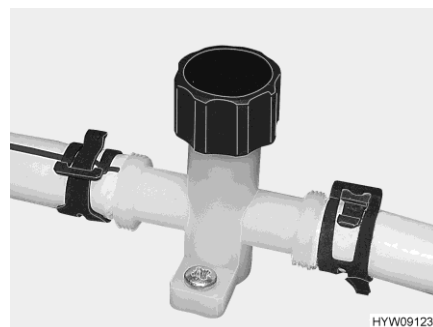
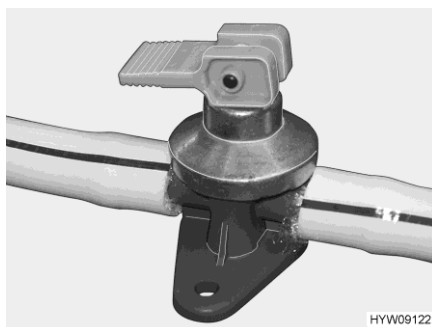

Fig. 190 Llave de desagüe (tubería de agua)
Fig. 191 Llave de desagüe (caldera Alde)
- Cerrar las llaves de desagüe (Fig. 191 y Fig. 190). Para ello, cerrar los capuchones girándolos en sentido de las agujas del reloj, o colocar el balancín en posición horizontal. El lugar de instalación de la válvula de seguridad/purga y de las llaves de desagüe figura en el apartado 10.6 al final del presente capítulo.